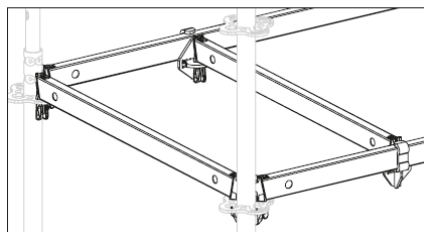
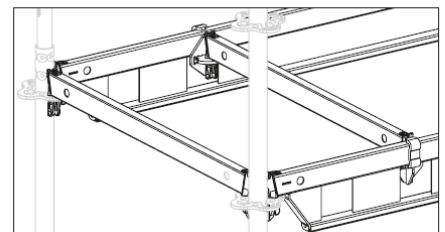

Fig. A11.06a
Fig. A11.06b
- Le support d'entretoise UHA (**93**) peut être monté sur les filières horizontales UH (Fig. A11.06a) et sur les filières horizontales renforcées UHV (Fig. A11.06b).